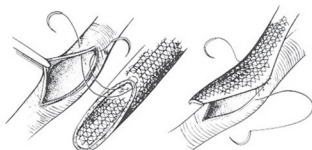

Fig. 9
2. Il est recommandé d'utiliser un monofilament de polypropylène pour suturer. En suturant, éverser les bords de la prothèse et veiller à ce que chaque point de suture traverse toute l'épaisseur de la paroi et l'une des mailles du treillis. Fig. 9.